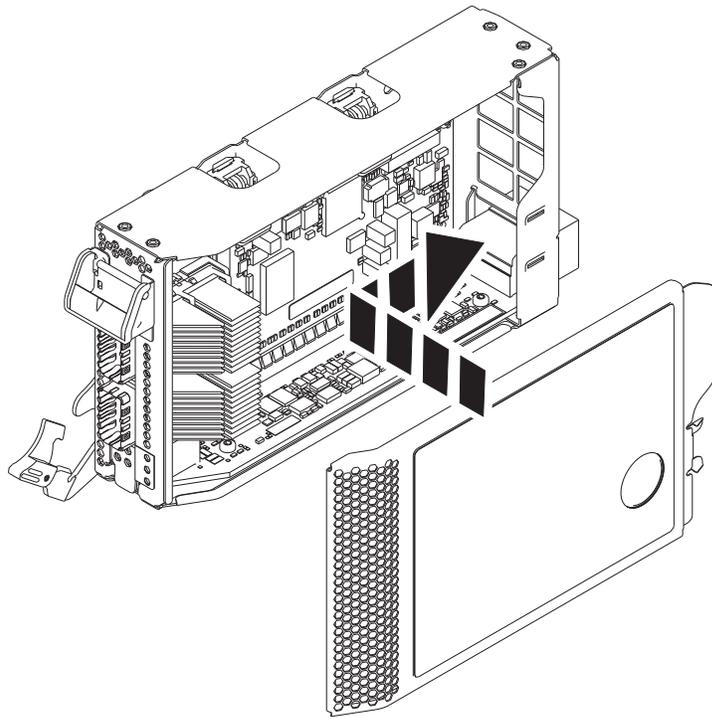

図 44. PCIe アダプター・カセット・カバーの再取り付け
- a. 図 44 に示すように、カセット・カバーをカセットの位置に合わせてスライドさせます。